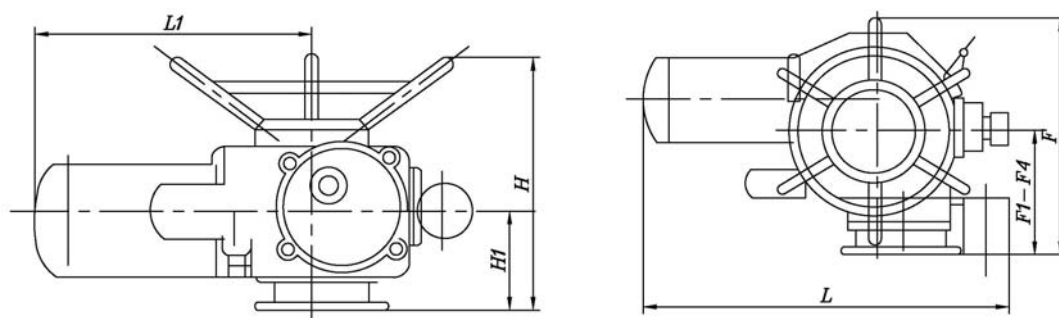

Рис. 1. Внешний вид
4.1 Внешний вид и габаритные размеры см. таблицу 3 и рис. 1